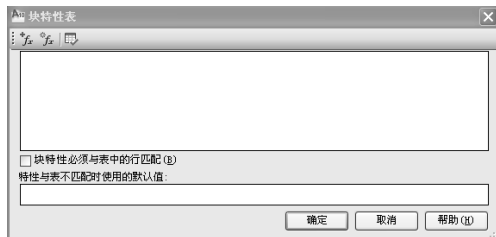
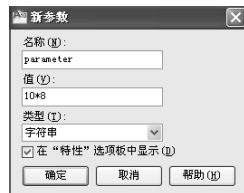

图 11-34 “块特性表”对话框
图 11-35 “新参数”对话框
(7) 在“块编辑器”窗口的上方单击“块表”图标，选择矩形的右下顶点为参考位置，设置夹点为 1，打开如图 11-34 所示的“块特性表”对话框，单击“创建一个新的用户参数并将其添加到表中”图标，打开“新参数”对话框，对话框设置如图 11-35 所示。单击“确定”按钮，将新建的用户参数“parameter”添加到如图 11-34 所示的列表中。接着单击“添加在表中显示列的特性”图标，打开如图 11-36 所示的“添加参数特性”对话框，选中参数“length”和“width”，单击“确定”按钮，参数“length”和“width”添加到如图 11-34 所示的列表中。